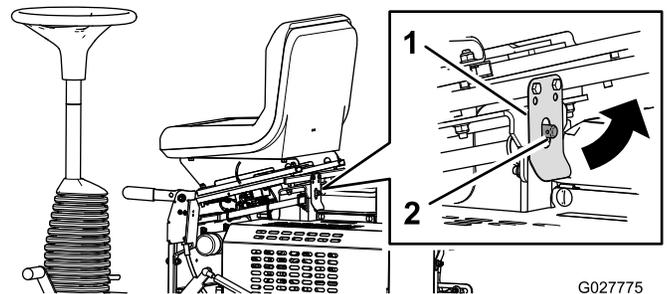

Bild 33
2. Ziehen Sie den Sitzriegel zurück und klappen den Sitz nach vorne (**Bild 33**).